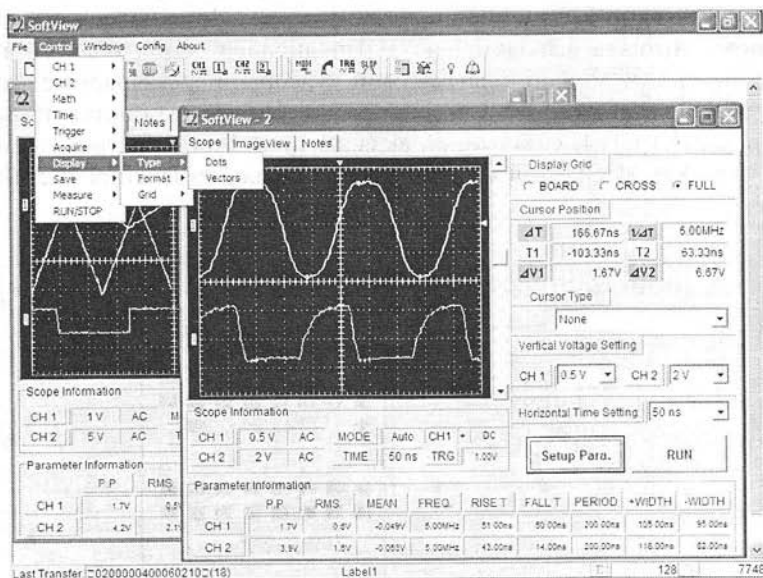

Рис. 8.91. Окно программы SoftView при осциллографировании двух сигналов с функционального генератора MSG-9810A
На рис. 8.91 показано полностью открытое окно программы SoftView. Такой вид оно имеет при осциллографировании синусоидального и TTL сигналов функционального генератора MSG-9810A. Как нетрудно заметить, окно дисплея просто копирует экран осциллографа. Однако даже для осциллографа с монохромным экраном осциллограммы представлены в цвете (это заставляет задуматься о
Нетрудно заметить, что вид окна программы SoftView (рис. 8.91) существенно отличается от вида передней панели осциллографа (рис. 8.76). Однако основные органы управления (хотя и в несколько ином виде) налицо. Так, в правой части окна программы имеются области для установки вида масштабной сетки осциллографа, данные о положении курсоров (кстати, они перемещаются мышью), список выбора типа курсоров и установки каналов вертикального и горизонтального отклонения. Наиболее впечатляет панель внизу окна с выводом всех 10 пар измеряемых автоматически параметров сигналов по обоим каналам — CH1 и CH2. Кнопка Setup Para. служит для инициализации связи с осциллографом, кнопка RUN запускает измерения (при этом ее название меняется на STOP).
- Control — управление осциллографом от компьютера (на рис. 8.91 это меню представлено в открытом виде).
- Windows — расположение окон (каскадное, как на рис. 8.91, или друг за другом).
С работой окна (рис. 8.91) не все благополучно. Правильно выводятся на вкладке Scope только обычные осциллограммы — как с одного, так и с двух каналов. Курсоры, которые выводятся на экран дисплея осциллографа, в окне программы не видны, но можно задавать свои курсоры, перемещаемые мышью (они, однако, отсутствуют на экране осциллографа). Не отображаются также спектрограммы в режиме FFT. К счастью, на вкладке ImageView спектрограммы просматриваются (рис. 11). Но на ней не видны курсоры для измерения спектрограмм.